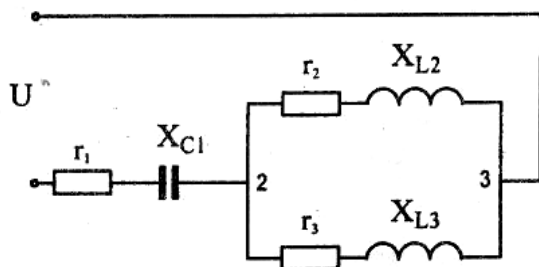

Рис. 2.4
Вычислить эквивалентное сопротивление параллельных ветвей (Z_{23}), общее сопротивление всей цепи (Z), токи во всех участках цепи (рис. 2.4), активную, реактивную и полную мощности каждой ветви и всей цепи.